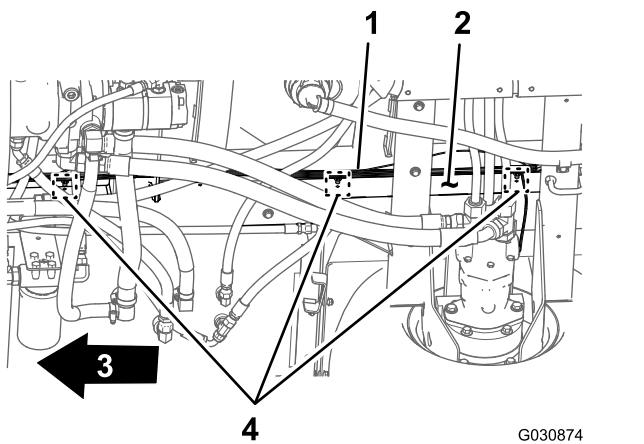

Figura 21
3. Retire os três fixadores de pressão que prendem a cablagem traseira aos orifícios no tubo direito da estrutura da máquina (Figura 21).